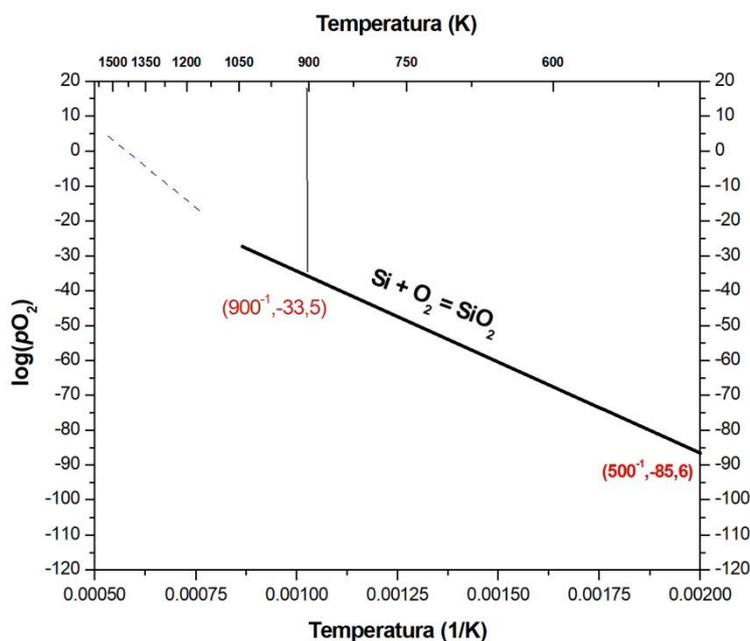

Figura 3. Diagrama de oxidação para o óxido de silício.
Para a equação (11), o gráfico de  $\log(pO_2)$  como função de  $1/T$  será uma reta com inclinação de 47.368,8 e origem em  $9,16^3$  (Figura 3).